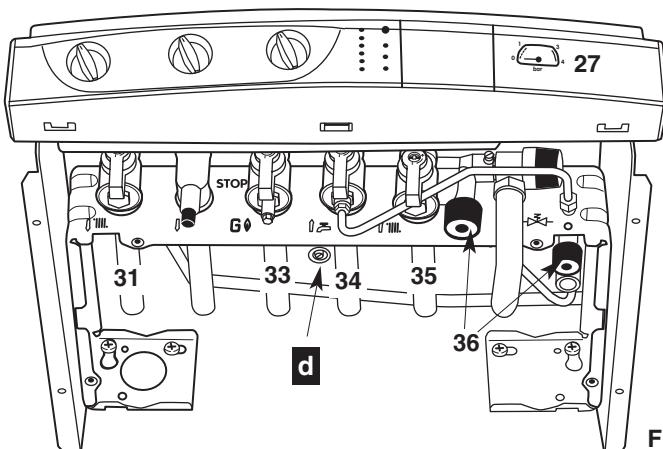

Fig. 14
- open de koudwaterkraan **34** (fig. 14) van de kraanblok
- nakijken dat de kranen van het vertrek van de verwarming **31** (fig. 14), en de retour van de verwarming **35** (fig. 14) wel geopend zijn
- open de 2 vulkranen **36** (fig. 14)
- sluit deze kranen wanneer de naald van de manometer **27** (fig. 14) hoger is dan de bepaalde druk op § 3
- open de gastoevoerkraan **33** (fig. 14)
Beweeg de vijs **d** (fig.14) van de regeling van de by-pass, welke men ziet onder de hydraulische blok (losvijzen om te openen), teneinde de beschikbare manometrische hoogte aan te passen aan de drukverliezen van de installatie, volgens de kurven van de diagrammen **GV** (grote snelheid) of **PV** (kleine snelheid) (fig. 15 of 16).